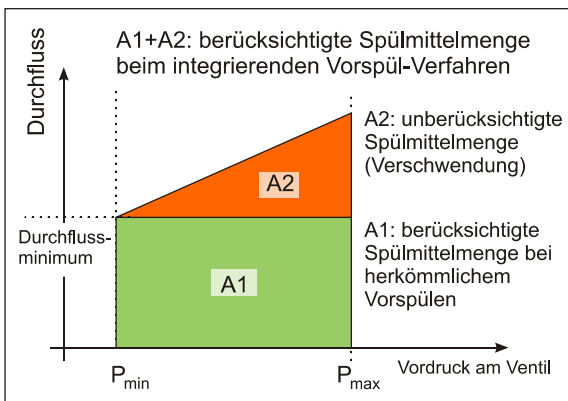

Abbildung 1: Spülgasverschwendung bei zeitbasierter Vorspülphase
1. Bei dem herkömmlichen Verfahren (zeitbasierte Vorspülphase) wird die Spülmenge als Produkt aus einem vorgewählten Durchflussminimum und einer (Spül-) Zeit ermittelt. Der Volumenstrom des Spülgases ist dabei vom Öffnungsquerschnitt des Einlassventils und vom Spülgasvordruck abhängig. Während der Vorspülphase muss das einströmende Volumen abzüglich der Leckverluste des Ex p- Gehäuses stets oberhalb des überwachten Durchflussminimums am Spülgasauslass liegen. Die Spülzeit bleibt konstant, auch bei erhöhtem Durchfluss (vgl. Abbildung 1).